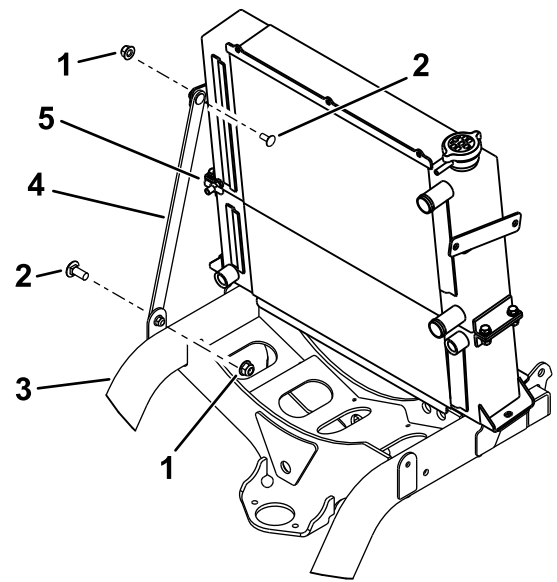

Figure 23
8. Vidangez la moitié du liquide de refroidissement moteur du radiateur à l'aide de la valve située sur le côté droit du radiateur, comme montré à la Figure 23.
7. Déposez le support existant du cadre de la machine et du radiateur (Figure 23). Conservez les fixations.
2. Fixez le réservoir et son support sur le cadre et le radiateur à l'aide des fixations retirées précédemment (Figure 21 ou Figure 23).